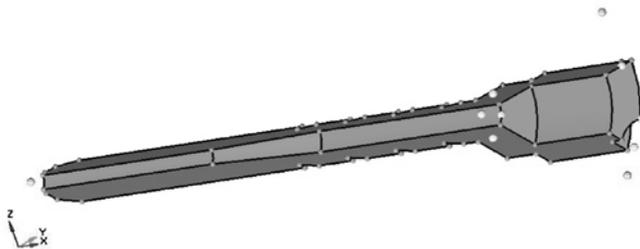

图 5-79 切分出几何模型的 1/8
- (5) 激活 node list 选择器，选择 STEP 3 生成的两个圆心和两个中间临时节点。
- (6) 单击 trim 按钮。
- (7) 激活 solid 选择器，选择切分出的包含另一个中间临时节点的几何体。
- (8) 激活 node list 选择器，选择两个圆心和另一个中间临时节点。
- (9) 单击 trim 按钮。
- (10) 单击 return 按钮。
- (11) 进入 tool>delete 面板。
- (12) 选择 delete bounding surfs 选项。
- (13) 将对象选择器转换为 solids 类型。
- (14) 选择之前切除的 7/8 的几何体，然后单击 delete entity 按钮。
- (15) 切分效果如图 5-79 所示。
(16) 单击 return 按钮。